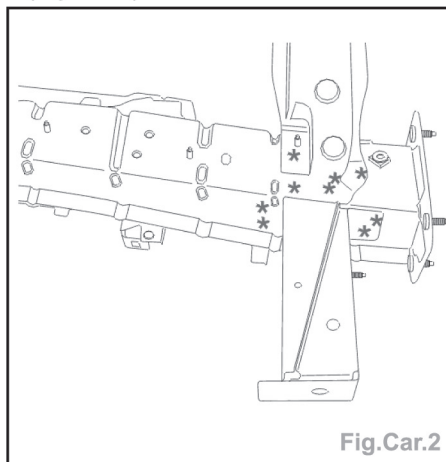

Fig.Car.2
- Découper par fraisage des points (Fig.Car.2).